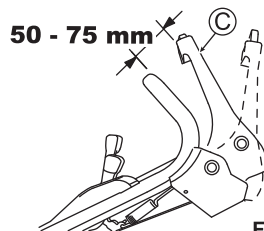

Fig. 31
Réglez de telle façon que la lame commence à tourner lorsque la distance entre le levier d'embrayage de la lame (C) et le guidon est de 50 - 75 mm, avec le bouton jaune enfoncé ainsi qu'illustré dans la Fig. 31.